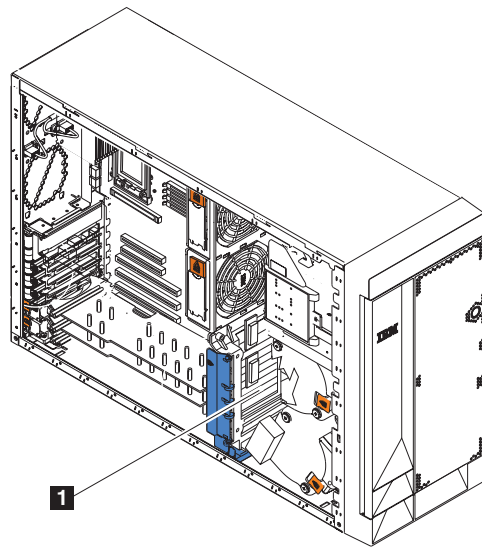
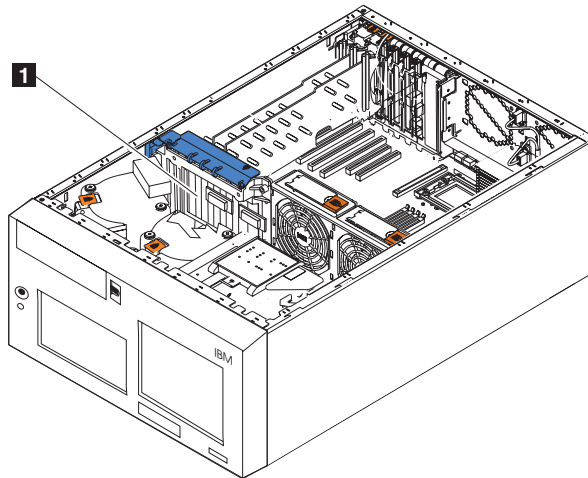

図 93. エンジンの DASD バックプレーンの位置 (モデル 25T)
図 94. エンジンの DASD バックプレーンの位置 (ラック・マウントへの移行機能付きモデル 25T)
11. ケーブルを、アダプター支持ブラケットを通してルーティング (57 ページの図 43 を参照) し、SCSI ケーブルのもう一方の端を、エンジンの DASD バックプレーン上のハード・ディスク・ドライブ SCSI コネクター (J9) に接続します。バックプレーンの位置については、図 93 または 116 ページの図 94 を参照してください。